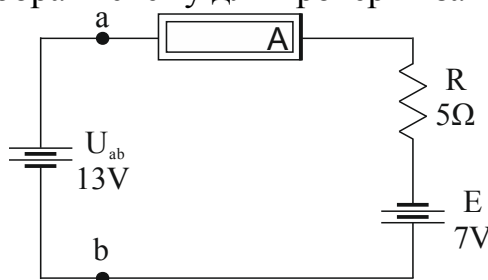

Рис.1.1.
- 1.1. На рабочем поле собрать схему для проверки закона Ома (рис.1.1)